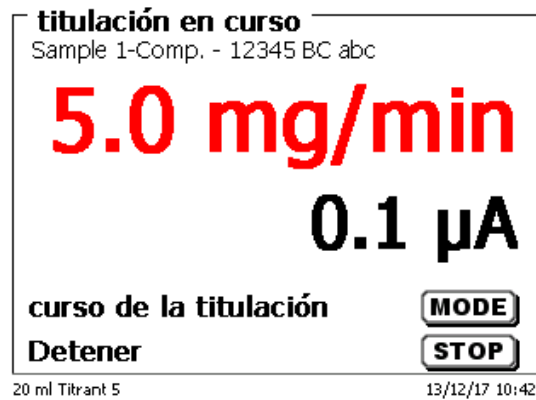

Fig. 70
- la deriva con el valor medido en μA (Fig. 70),